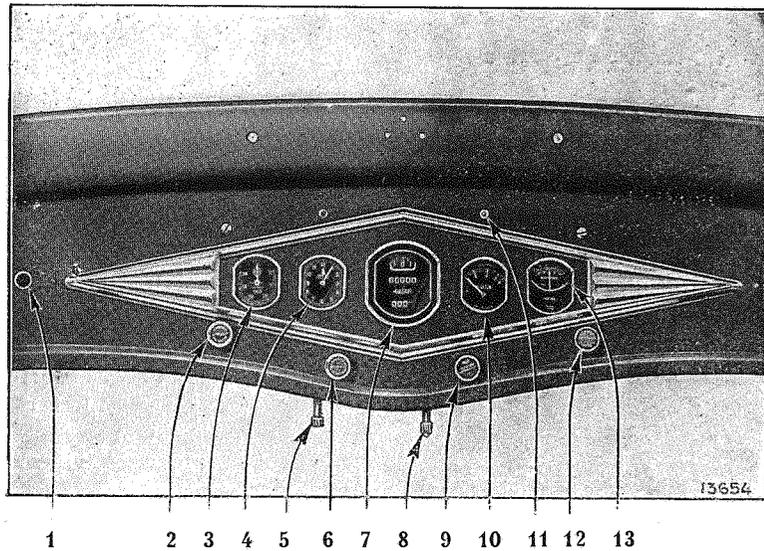

FIG. 2. — Le tableau d'installation électrique, type luxe (vue de face).
d) L'interrupteur pour commander l'allumage du moteur au moyen du bouton-tirette (fig. 2 et 5.).
FIG. 2 et 3. — Le tableau d'installation électrique, type luxe.